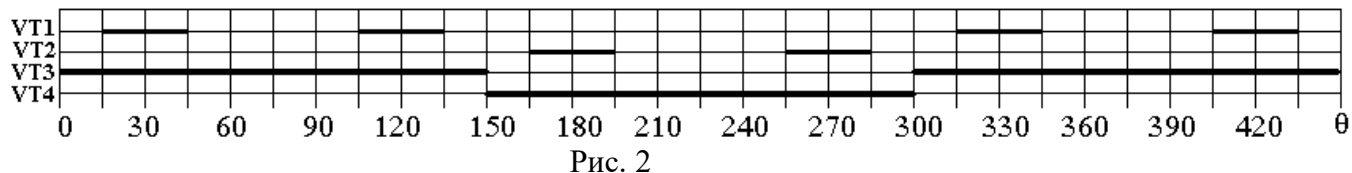

Рис. 2
**Задание 3-4а** Дано:  $E_S=200$  В;  $R_H=10$  Ом;  $L_\phi=0,01$  Гн;  $f=75$  Гц. Для схемы рис.1, при включении транзисторов согласно рис.2: